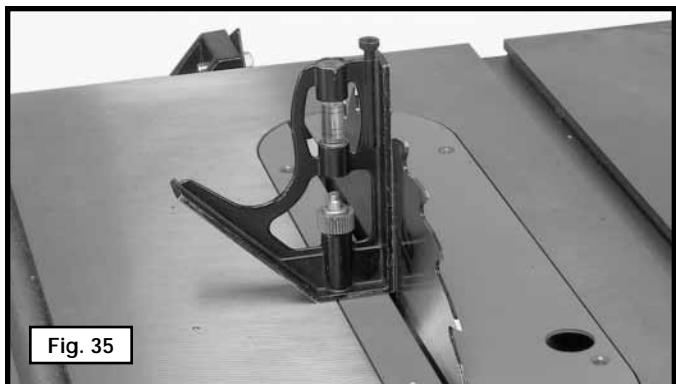
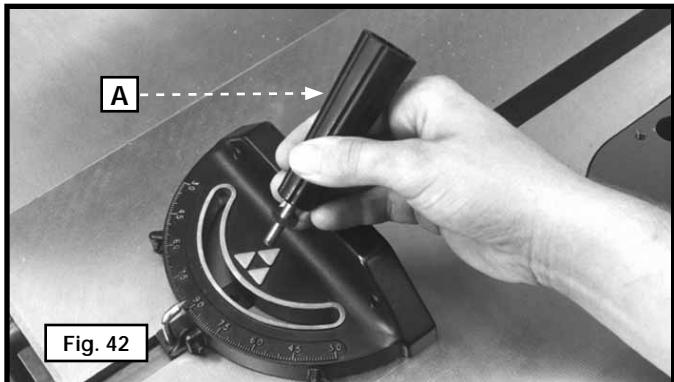

Fig. 35
Fig. 42
2. Use una escuadra para comprobar que la hoja esté a un ángulo de 90° del banco (Fig. 35). Para ajustarlo, gire el volante de inclinación de la hoja hacia la izquierda. Afloje la tuerca de seguridad (A) Fig. 42, y ajuste o afloje el tornillo (B) hasta que la cabeza del tornillo (B) entre en contacto con la pieza de fundición en el soporte giratorio frontal cuando la hoja esté a 90° del banco. Ajuste la tuerca de bloqueo (A).
Inserte la barra del calibrador de inglete en la ranura para calibrador de inglete. Coloque la arandela y el mango de bloqueo (A) Fig. 42.
El calibrador de inglete viene con topes de índice ajustables a 90° y 45° a la derecha y a la izquierda. Puede ajustar los topes del índice aflojando o ajustando los tres tornillos (B) Fig. 42, con la llave hexagonal suministrada.
Para girar el calibrador de inglete, afloje la perilla de bloqueo (A) Fig. 42, volteo el enlace del tope (D) para sacarlo y mueva el cuerpo del calibrador de inglete (C).